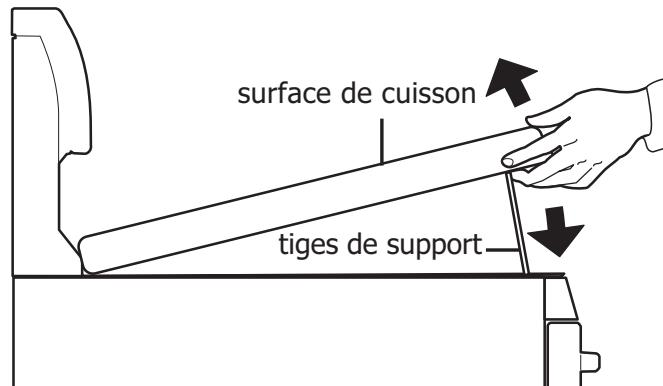

Figure 19 : Soulever la surface de cuisson
1. Saisir la surface de cuisson de part et d'autre et la soulever par le devant (voir Figure 19). Les tiges maintiennent la surface de cuisson en place. Soulever la surface assez haut pour permettre aux tiges de support de cliquer en place.